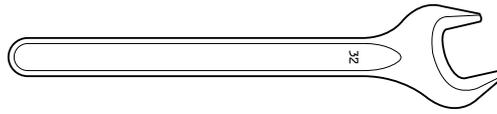

Fig. 7
- The supplied open-end spanner (Fig. 7).
5. Attach the drill bit using the open-end spanner (Fig. 7). Before the drill is started, carefully check that the new bit is firmly attached.
**(E) Cambio de broca**
- Den mitgelieferten festen Schlüssel (Abb. 7).
5. Den Bohrer mit Hilfe des festen Schlüssels befestigen (Abb. 7). Vor dem Start des Geräts sorgfältig prüfen, ob der neue Bohrer ganz fest sitzt.
**(F) Remplacement du trépan**
- La clé à ouverture fixe fournie (fig. 7).
5. Monter le trépan à l'aide de la clé à ouverture fixe (fig. 7). Avant de démarrer la machine, s'assurer que le nouveau trépan est solidement fixé.